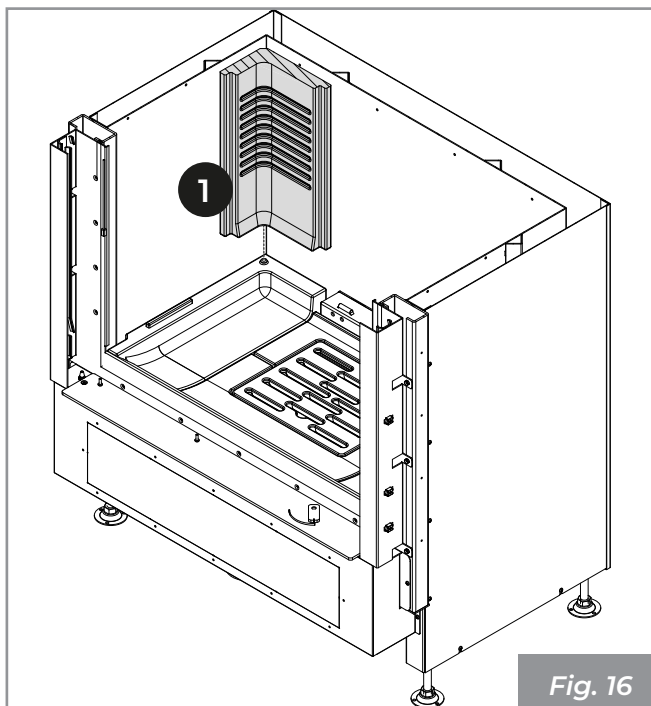

Fig. 16
2) Positionner le réfractaire angulaire (1) (Fig. 16).